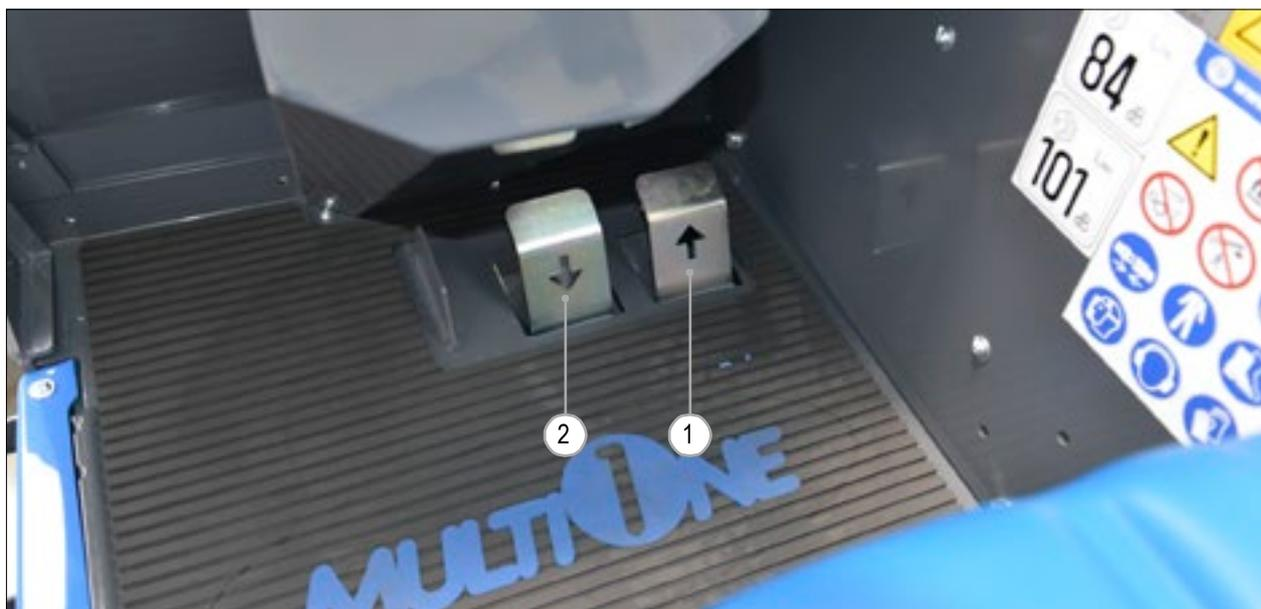

РИС. 27
- 4) Нажмите педаль желаемого направления движения «Вперед» (РИС. 27 – Сс. 1) или «Реверс» (РИС. 27 – Сс. 2).
Перед выполнением гидравлических соединений между машиной и навесным оборудованием (РИС. 27) необходимо сбросить остаточное давление в гидравлическом контуре машины. Для этого выполните следующие действия: